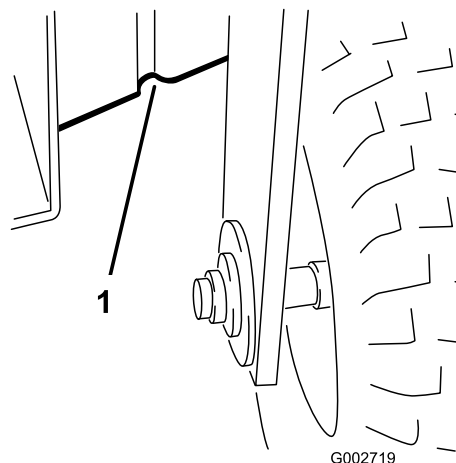

Figura 21
- Anteriori – sotto il telaio, dietro la ruota anteriore (Figura 21).